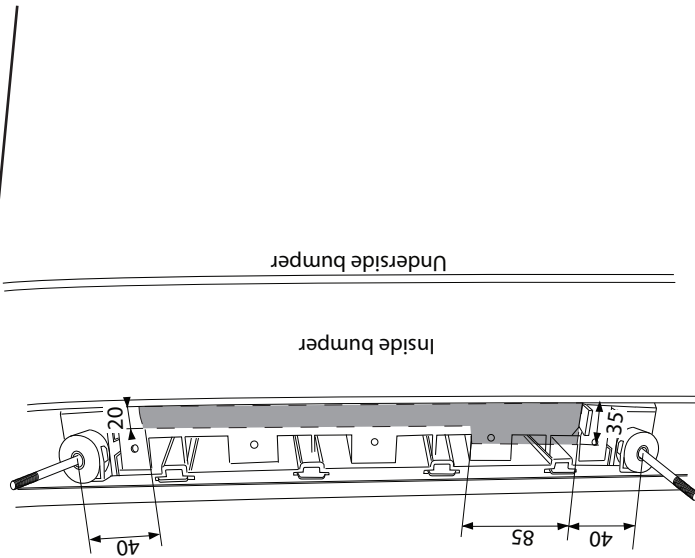

Fig. 3
10. Saw out the indicated section in accordance with figure 3
10. Gemäß Abb. 3 das angegebene Teil ausschneiden.